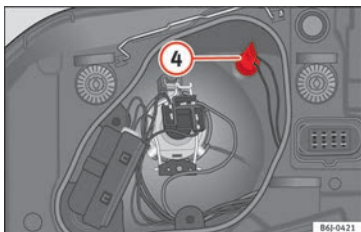

Abb. 178 Standlicht.
- Nehmen Sie den Lampenträger ④ » Abb. 178 heraus.